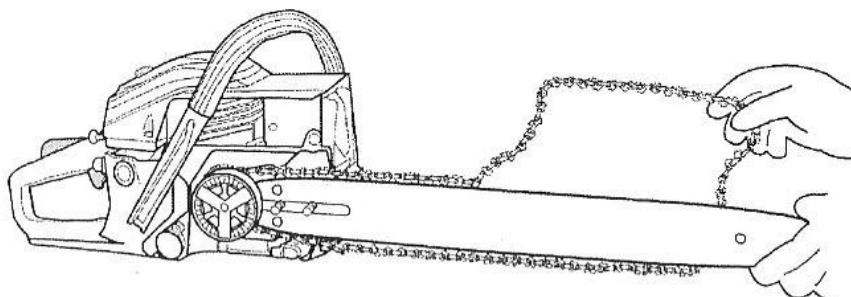

Рис. 6
3. Вначале накиньте пильную цепь (8) на шестеренку (27), а затем на направляющую (7) (Рис. 6).